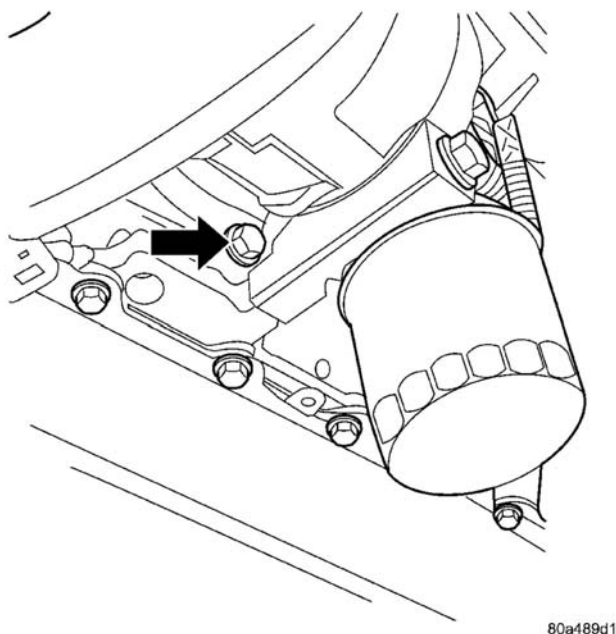
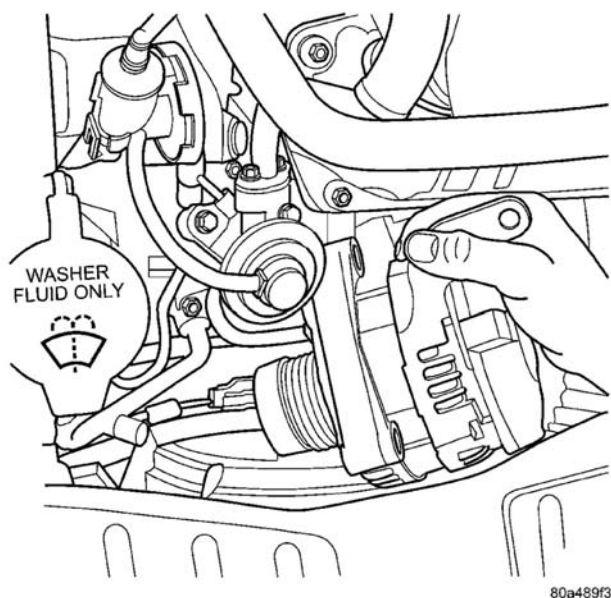

图 2 油尺下部螺栓
图 3 发电机 3.3/3.8 升
- （9）拆卸下部机油油尺插管（图 2）。
- （14）转动发电机，将其由车辆上拆卸下来（图 3）。
- (1) 滚动并将发电机置于车辆的适当位置（图 3）。
- (2) 安装上部螺栓，将发电机固定到适当位置。
- (3) 润滑 O 形环。安装机油尺管。
- (4) 安装上部机油尺管螺栓。
- (5) 将 B+端子置于发电机定位。
- (6) 安装螺母，固定 B+电线端子与发电机背侧。
- (7) 连接推入式磁场电线接头与发电机背侧。
- (8) 顶起车辆并支撑住。
- (9) 安装下部固定螺栓，并将其拧紧。
- (10) 安装下总是油尺管螺栓，并将其拧紧（图 2）。
- (11) 安装附件驱动皮带，有关正确程序，请参阅[冷却系统]章节。
- (12) 安装右前下部防溅板。
- (13) 降下车辆。
- (14) 将配线线束安装至机油尺管。
- (15) 连接蓄电池负极电缆。
- (16) 检查发电机输出速率。